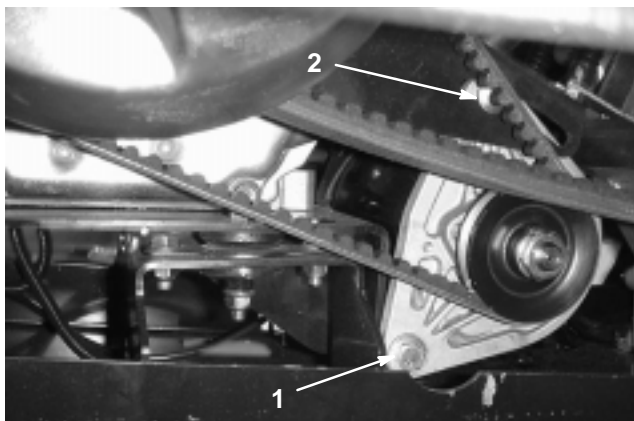

Figure 38
2. Desserrez le boulon pivot de l'alternateur du démarreur (Fig. 38).
3. Coincez un levier entre le support moteur et le démarreur. Desserrez l'écrou sur le boulon de réglage (Fig. 38).
5. Serrez l'écrou du boulon de réglage et enlevez le levier. Serrez le boulon pivot de l'alternateur du démarreur (Fig. 38).